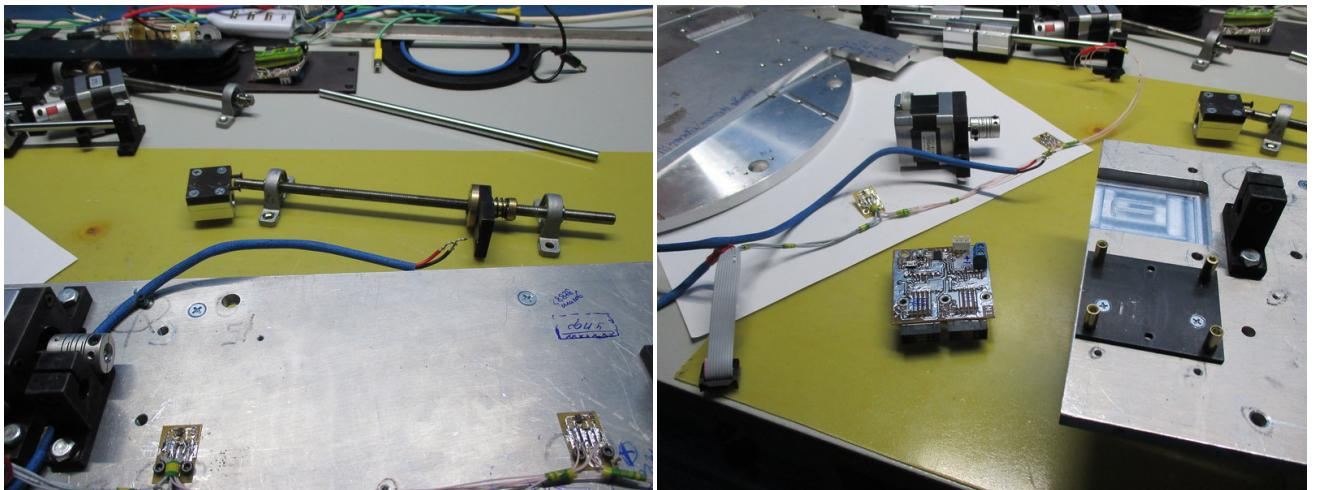

Рис. 28: Разборка узлов линейного транслятора анализатора поляризации.
**17.** Ослабить в муфте шагового двигателя крепление винта подачи. Снять винт с креплениями. Снять контроллер шаговых двигателей и узлы концевиков. Снять шаговый двигатель (см. рис. 28).